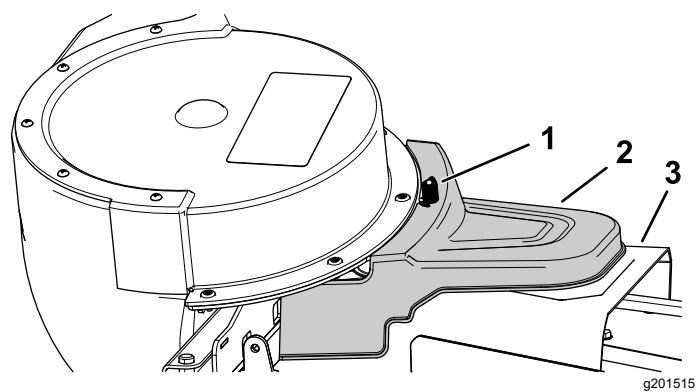

Figura 27
5. Montați capacul sistemului de colectare cu acionare electrică peste capacul curelei i fixați-l prin strângerea butonului (Figura 27).